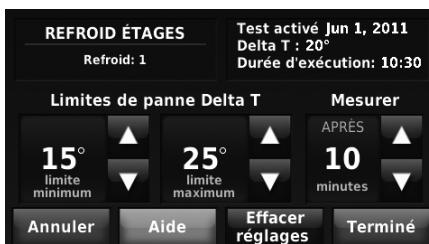

Fig. 19.
1. Appuyer sur « Étape 1 » pour régler les limites et la durée de fonctionnement (voir la Fig. 18). Utiliser les données du test sauvegardées situées dans le coin supérieur droit de l'écran pour régler les limites Delta T minimum et maximum ainsi que la durée de fonctionnement (voir la Fig. 19).